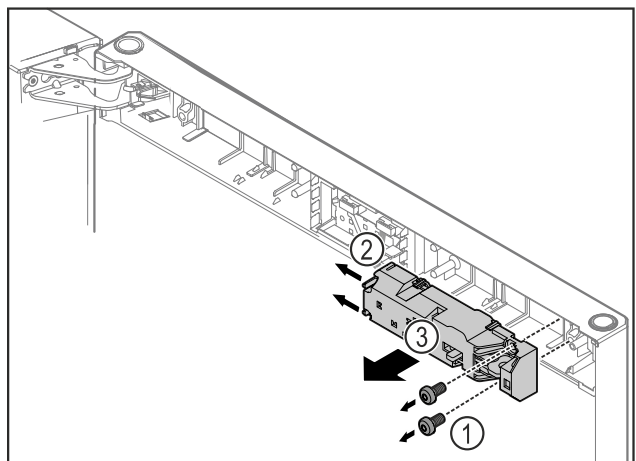

Fig. 12
- ▶ Зніміть гвинти Fig. 12 (1).
- ▶ Фіксувальний виступ Fig. 12 (2) відтиснути вбік і зняти дистанційний замок Fig. 12 (3).